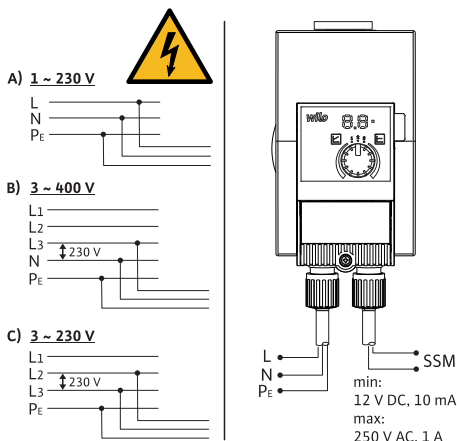

Fig. 3: Posibilități de racordare
- Conectați la rețele de joasă tensiune de 230 V. În cazul conectării la rețele IT (tipul de rețea Isolé Terre), asigurați-vă că tensiunea dintre conductoarele sub tensiune (L1-L2, L2-L3, L3-L1 → Fig. 3) nu depășește 230 V.